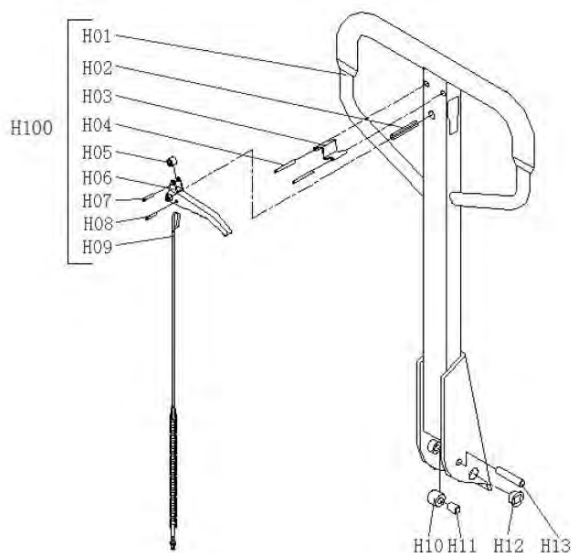

Рис.2
- Вставьте ось (B09) на одном конце корпуса гидроузла (B101), затем соедините корпус гидроузла (B101) и ручку (H100). Обратите внимание на положение отверстия в оси (B09), пропустите стальную проволоку и гайку на цепи (H09) через отверстие в оси (B09) (см. рисунок 2 и 3).